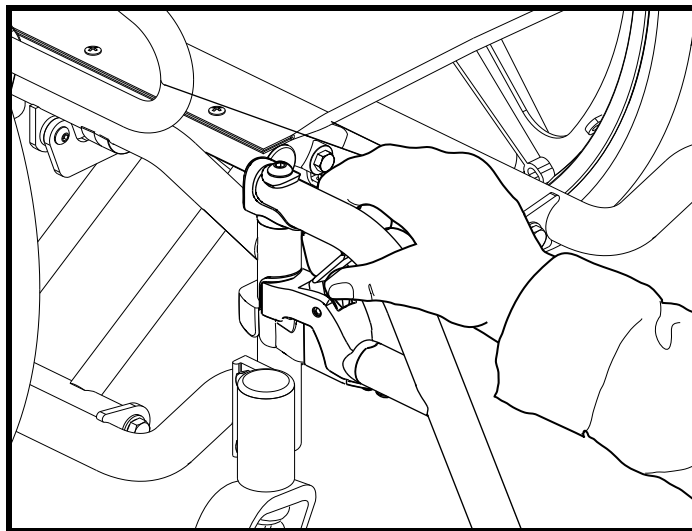

Figure 17. Pour débloquer un SFR
1. Tirez le levier de détente vers l'arrière. **See figure 17.**